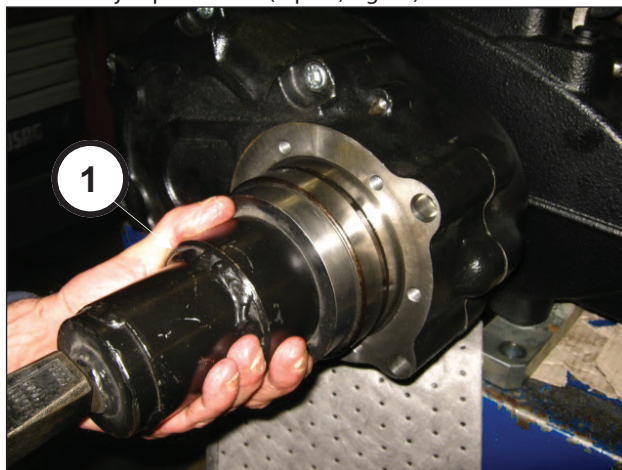
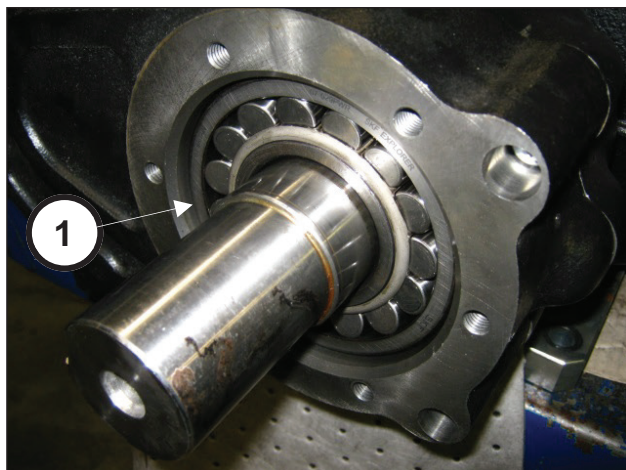

Fig. 88
Fig. 89
À l'aide de l'outil réf. 27884700 (rep. ①, Fig. 88) monter le roulement jusqu'en butée (rep. ①, Fig. 89).